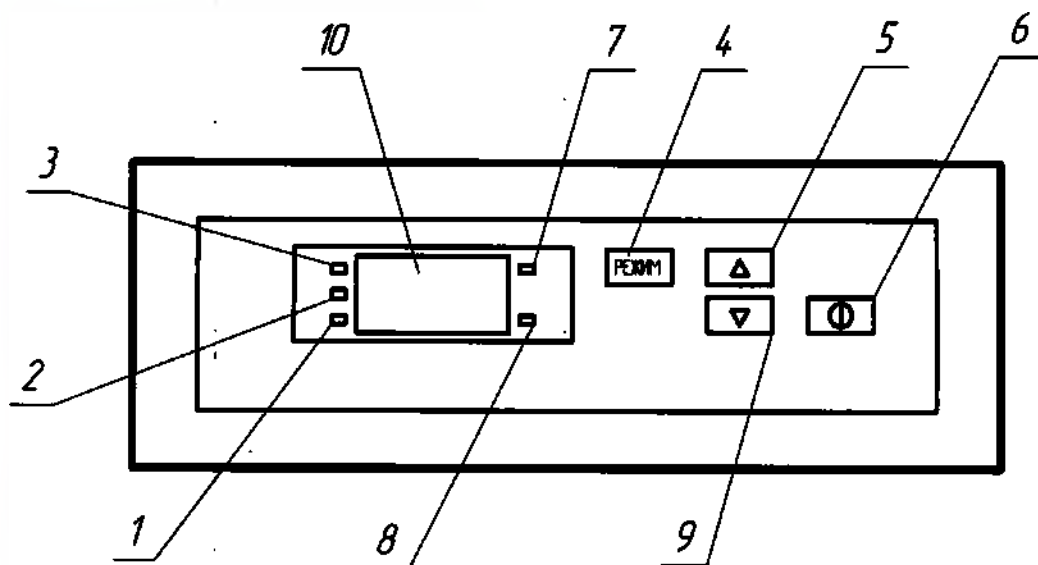
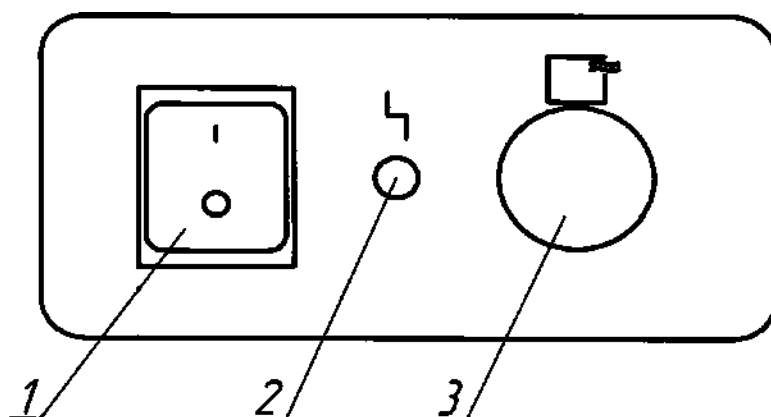

Рисунок 2 – Расположение органов управления стерилизатором на блоке управления:
Рисунок 3 – Расположение органов управления стерилизатором на силовой панели:
На задней стенке камеры находятся две заслонки, служащие для забора холодного воздуха и выхода горячего воздуха, управляемые ручкой, расположенной на силовой панели (см. рисунок 3) посредством тяг. Удержание двери стерилизатора в закрытом состоянии обеспечивает защелка. Для предотвращения попадания грязного воздуха в стерилизационную камеру на задней стенке стерилизатора установлен воздушный бактерицидный фильтр.
Управление процессом стерилизации осуществляется с панели блока управления (см. рисунок 2). Датчик температуры размещен внутри стерилизационной камеры. Термодатчик реле температуры, предназначенный для защиты медицинских изделий от перегрева при неисправностях в электрической схеме, размещен в воздушном канале.
2.3.3 Установить выключатель (поз.1, рис. 3) в положение "I". На блоке управления загорится индикатор (поз. 7, рис. 2), показывающий текущую температуру в стерилизационной камере.
В алгоритм управляющей программы стерилизатора заложена возможность автоматического запуска прерванной (в результате кратковременного пропадания питающего напряжения) программы. Если после включения произошел автоматический запуск программы, то для ее остановки необходимо нажать на поле "①" (поз. 6, рис. 2) и удерживать в течение 3 секунд.
2.3.5 Для запуска выбранной программы кратковременно (не более 2 сек) нажать на поле "①" (поз. 6, рис. 2). При этом включится вентилятор принудительной циркуляции воздуха внутри стерилизационной камеры и стерилизатор перейдет в фазу «ПОДГОТОВКА». Информационное табло индицирует изменение температуры в камере. Происходит нагрев до установленного значения температуры.
При необходимости запущенную программу можно остановить, нажав на поле "①" (поз. 6, рис. 2) и удерживать в течение 3 секунд. Эту остановку можно выполнить в любой фазе стерилизации.
2.3.6 При достижении заданной температуры стерилизатор переходит в фазу «СТЕРИЛИЗАЦИЯ». Включается светодиодный индикатор "СТЕРИЛИЗАЦИЯ" (поз. 3, рис. 2), информационное табло попеременно индицирует время выдержки и текущую температуру в камере. Происходит выдержка при заданной температуре, по истечении которой стерилизатор переходит в фазу «ОХЛАЖДЕНИЕ».
2.3.7 В фазе «ОХЛАЖДЕНИЕ» индикатор продолжает показывать изменение температуры в камере и горит индикатор "ОХЛАЖДЕНИЕ" (поз. 2, рис. 2). Температуры в камере падает..
2.3.8 При понижении температуры до 75 °C гаснет индикатор "ОХЛАЖДЕНИЕ", загорается индикатор "ВЫГРУЗКА" (поз.1, рис. 2) и звучит прерывистый звуковой сигнал, который выключается через 1 минуту.
2.3.10 По окончании работы стерилизатора установить выключатель в положение "О" (поз. 1, рис. 3).
2.3.11 При работе стерилизатора в режиме сушки (85 °C) необходимо, вытащив ручку (поз. 3, рис. 3), открыть заслонку охлаждения. Заслонка должна быть открыта на протяжении всего цикла.